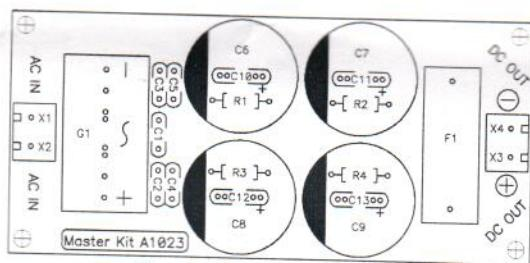

Рис.4 Монтажная схема
- Установите все детали согласно рис.4 в следующей последовательности: сначала малогабаритные, а потом все остальные элементы.